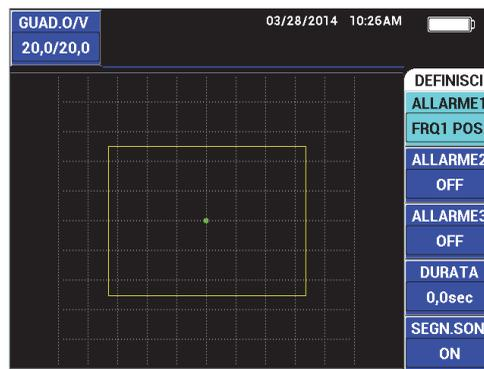

Figura 5-241 Polarità dell'allarme
3. Usare la manopola per selezionare la polarità dell'allarme; **FRQ1 POS.** (frequenza 1 positiva) attiva un allarme a polarità positiva mentre **FRQ1 NEG.** (frequenza 1 negativa) attiva un allarme a polarità negativa (vedere Figura 5-241 a pagina 314). Una volta che è selezionata la polarità (**FRQ1 POS.** o **FRQ1 NEG.**), viene visualizzata una finestra sulla schermata.